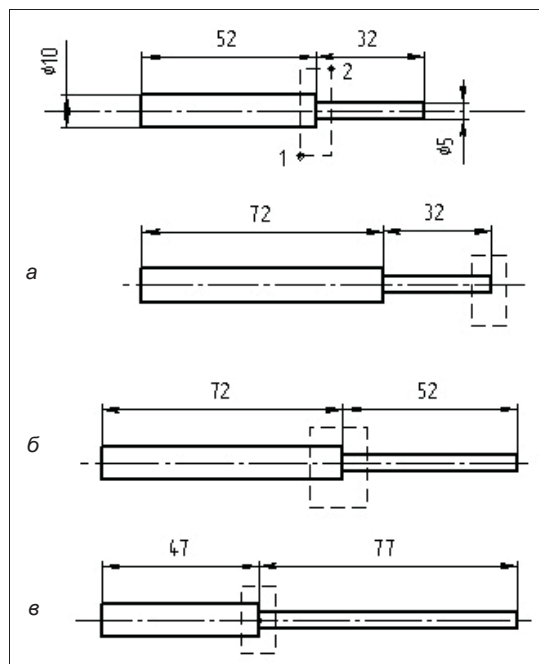

Рис. 11.22. Эскиз 7 детали Ось и варианты деформации перемещением
Для выполнения данных преобразований начертите ось с размерами, как показано на рис. 11.22. Сохраните его как *Эскиз 7*.
- ◆ в строке сообщений на панели **Параметры** отображается запрос о начальной точке прямоугольной рамки, которая должна захватить деформированную область. Вы должны задать прямоугольную рамку, как показано на рис. 11.22 а. Для этого щелкните ЛК мыши в точке 1, не отпуская кнопки, переместите курсор в точку 2 прямоугольной рамки и отпустите ее. Деформируемая область выделится. Далее необходимо задать следующие параметры: